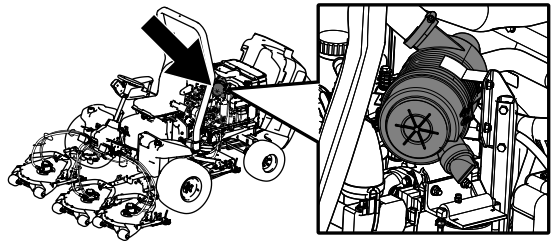

**Figure 47**
- Roulements d'axes de pivots des unités de coupe (2 par unité de coupe) – Figure 47